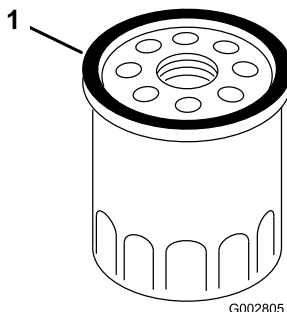

Figura 39
3. Usando el dedo, unte la junta del filtro nuevo con aceite limpio (Figura 39).